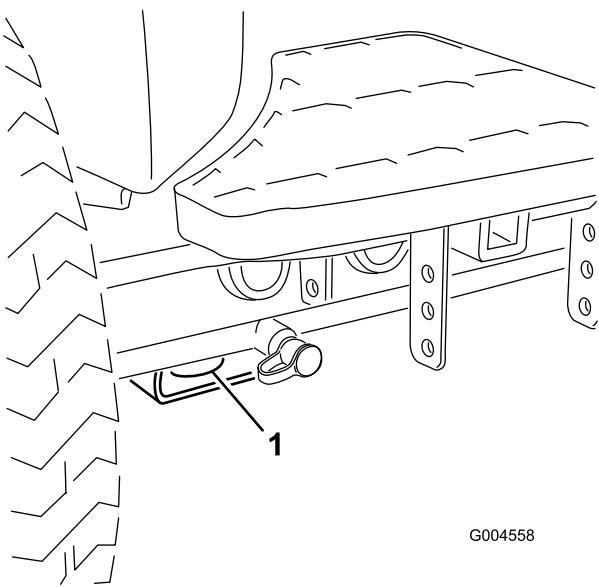

Figura 39
- Anteriore – Foro nel supporto rettangolare, sotto il tubo dell'assale, all'interno delle ruote anteriori (Figura 39).